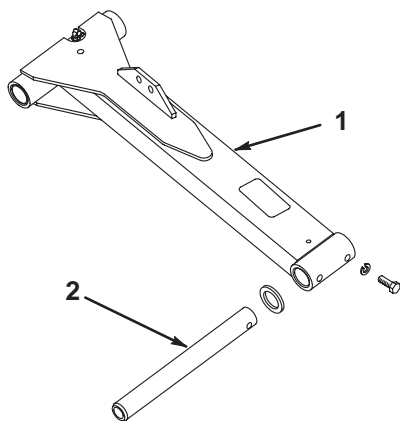

図 6
1. 左昇降アームにピボット・ロッドを差し込み (図6)、取り付け穴を整列させる。